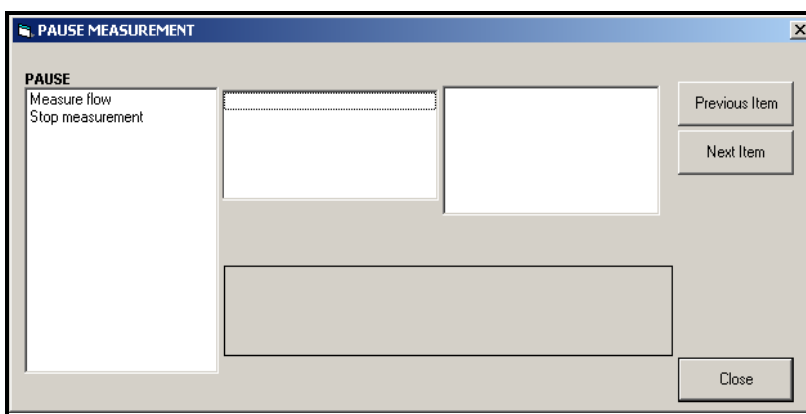

Рис. 19: Окно *Pause Measurement*
2. Разверните опцию *Edit Functions* (Редактировать функции) и дважды щелкните поле *Pause Measurement* (Пауза в измерениях). Откроется окно, аналогичное *Рис. 19* ниже.